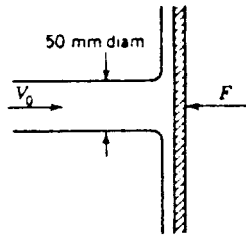

Figura P3.14
3.14 Calcule a força que se deve exercer numa placa como mostra a figura P3.14, de modo a que a mesma se mantenha fixa. Considere que na conduta se escoia óleo ($\rho = 0,83 \times 10^3 \text{ kg m}^{-3}$) à velocidade de 25 m s^{-1} .